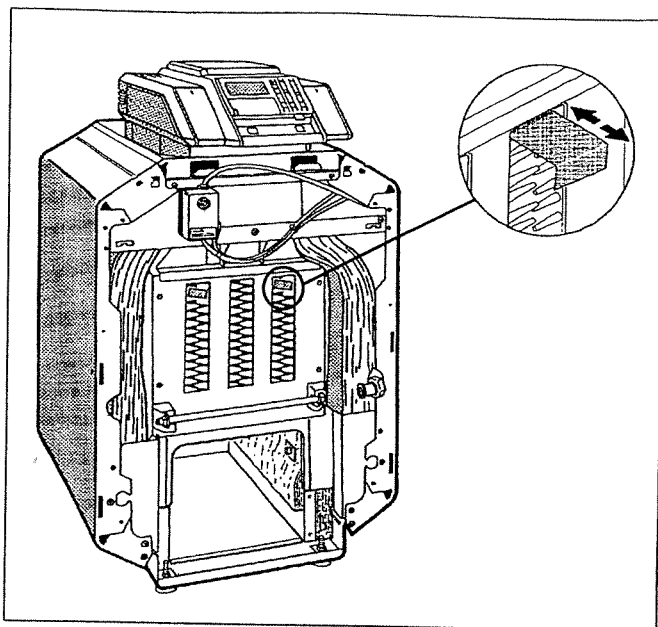

Fig. 39: Lamiere di strozzamento; grandezza caldaia 26-4 quale esempio
- Rimuovere l'eventuale lamiera o le eventuali lamiere a di strozzamento presenti (Fig. 39).
- Rimuovere l'eventuale lamiera o le eventuali lamiere a di strozzamento presenti (Fig. 39). Le lamiere di strozzamento sono poste nel pozzetto superiore di ciascun canale - Eccezioni: per il formato di caldaia 35-5 la lamiera di strozzamento è assente; per il formato di caldaia 26-4, lamiere di strozzamento solo nel canale sinistro e destro.